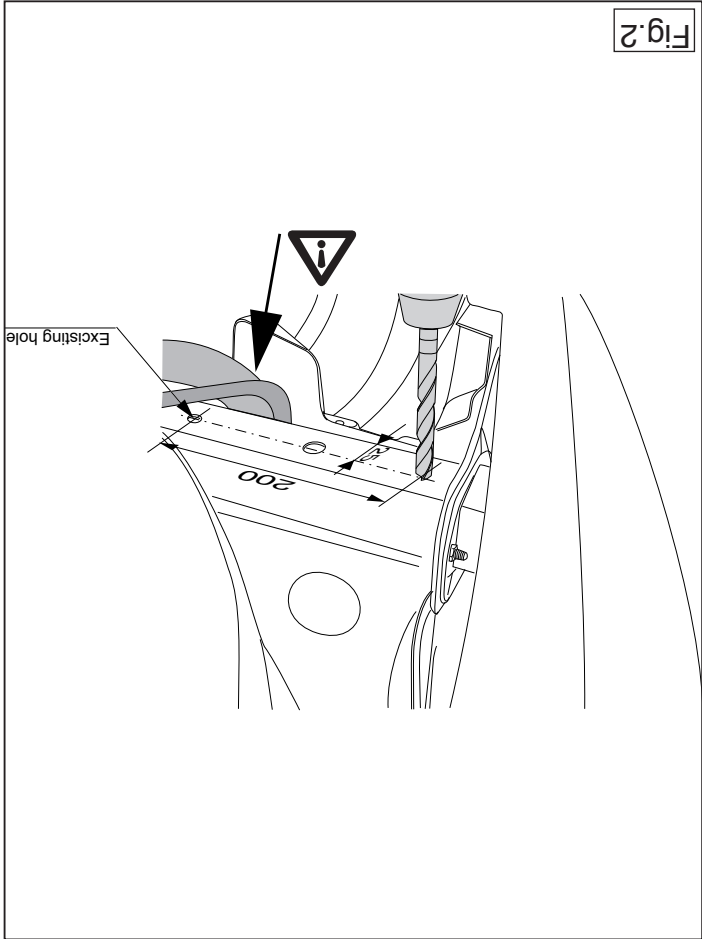

Fig.2
8. Boor overeenkomstig fig. 2 het gat A $\varnothing 11$ mm.
8. Drill the hole A \varnothing 11 mm as shown in fig.2.
8. Gemäß der Abb. 2 das Loch A \varnothing 11 mm bohren.